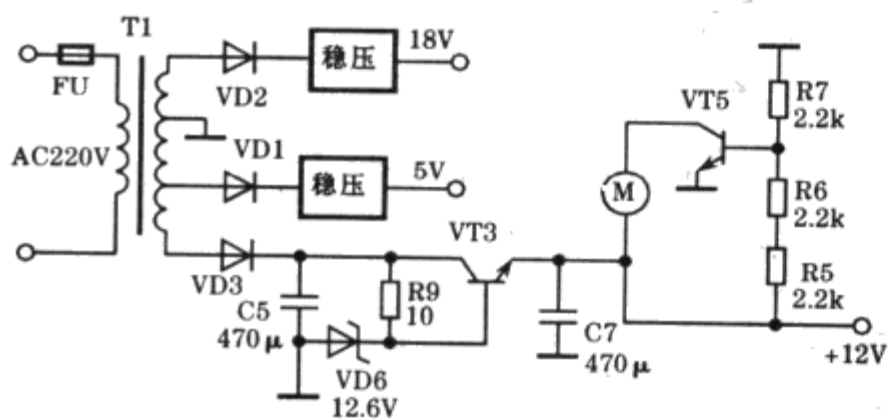

图1
**分析检修：**能开机启动加热，表明控制电路正常。自动关机原因大多为过压、过流保护动作所致。打开外壳检查，发现电源熔断管FU已熔断，表明电路有短路过流。更换电源熔断管FU，测电源板（相关电路图如图1所示）+18V、+5V输出正常，+12V输出仅6V。断开+12V电源上所接负载散热电风扇，+12V电源输出恢复正常。检查散热风扇电机线圈发现已短路烧损，用同型号电机更换后，电磁灶恢复正常工作。